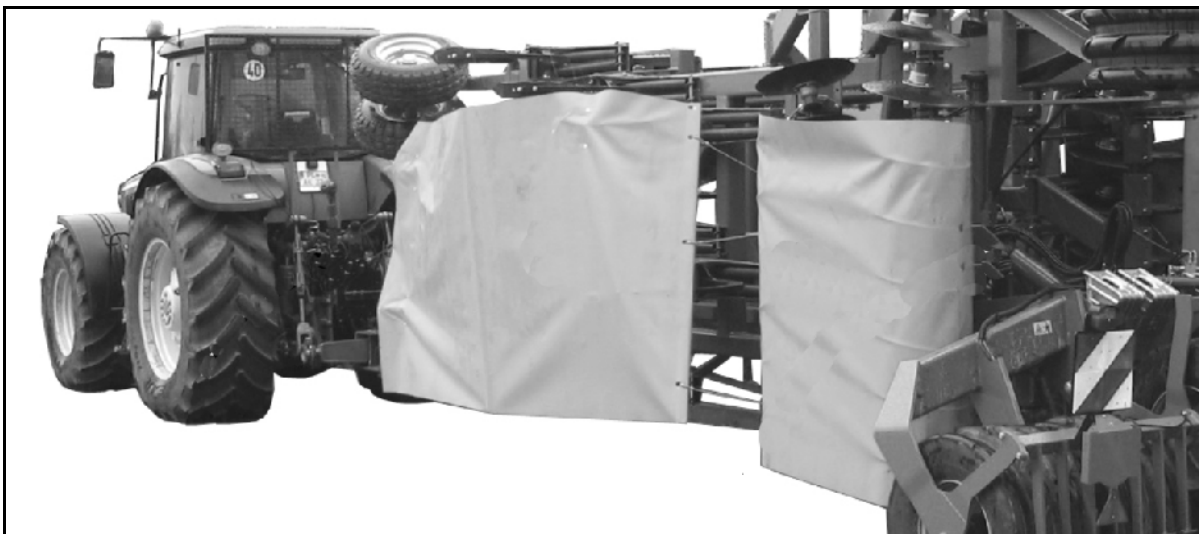

Bild 8
- Skyddsplan för vägtransport (Bild 8/1).